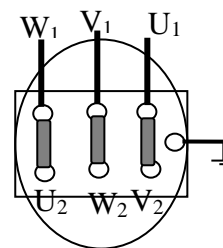

Figure 1
1. Couplage du moteur en montage triangle (figure 1) :